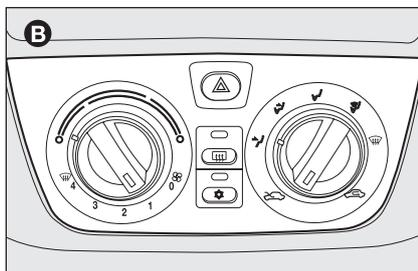

fig. 5
- con climatizzatore manuale **B-fig. 5;**